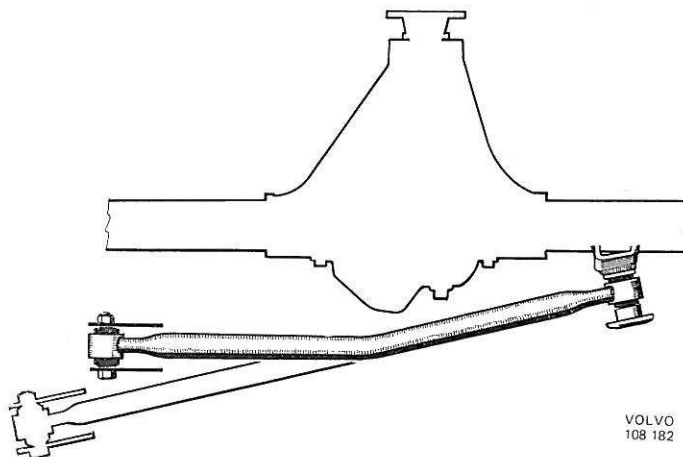

Figure 9. Barre stabilisatrice transversale de pont arrière
développées sur la voiture en cours de marche sont amorties dans le sens longitudinal par deux tirants latéraux (2) et dans le sens latéral par une barre transversale stabilisatrice (7). Les bras de roues sont montés à leur extrémité avant dans des bagues caoutchouc (18). La barre stabilisatrice et les tirants latéraux sont montés sur bagues caoutchouc, au pont arrière comme à la carrosserie. A partir des voitures de modèles 1974, la barre transversale du pont arrière a une forme recourbée et est montée plus près du pont que sur les anciens modèles, voir figure 9. Cette fixation comporte un capot qui empêche la barre de se détacher lors d'un accident.